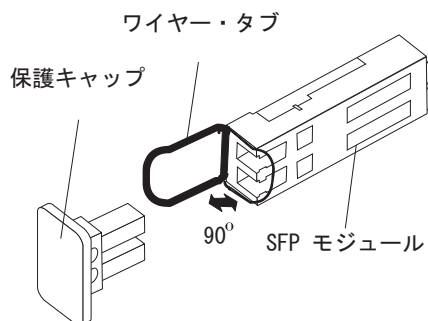

図 29. SFP モジュール・ラッチのアンロック - ワイヤー・タブの場合
- ・ワイヤー・タブが入っている SFP モジュールの場合は、64 ページの図 29 に示すように、ワイヤー・ラッチを外側に 90° 引いて SFP モジュールのラッチをアンロックします。